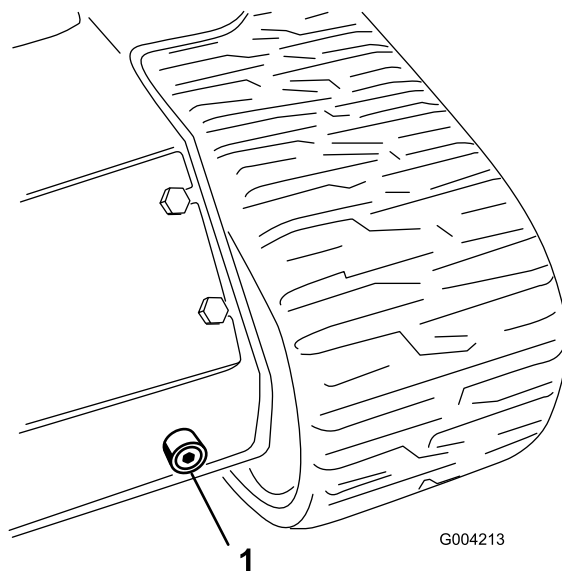

Figure 69
6. Placer un grand bac de vidange (d'au moins 57 litres [15 gallons US] de capacité) sous le bouchon de vidange à l'avant de la machine (Figure 69).
7. Retirez le bouchon de vidange pour permettre à l'huile de s'écouler dans le bac de vidange (Figure 69).